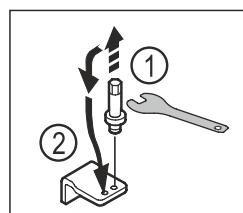

Fig. 17
- Deșurubați și demontați bolțurile de pe suportul inferior de lagăr cu cheia cu hexagon exterior SW5. Fig. 17 (1)
- Montați bolțurile pe partea opusă. Fig. 17 (2)